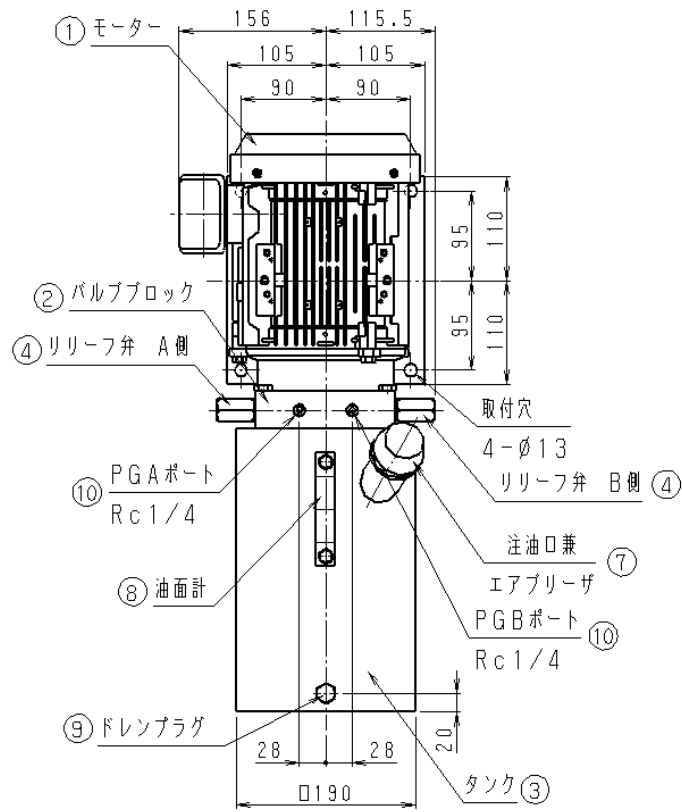

図2 正面図
5. 各部の機能 (図 2, 3, 4 参照)
- ①モーター・・・・・・・・全閉外扇形連続定格の三相誘導モーターです。結線は、端子箱内端子台に確実にビス止めして下さい。三線のうち二線の入れ換えにより逆転し吐出ポートが切り換わります。
- ②バルブブロック・・本機の中心的役割を果たすもので、全バルブが内蔵されています。圧力計取付ポート以外の六角穴付プラグは外さないで下さい。
- ③タンク・・・・・・・・バルブブロックに4本のボルトで取り付けられています。最高8Lの油圧油が入ります。
- ④リリーフ弁・・・・・・・・油圧回路内の最高圧力を規制する為の弁で、Aポート用、Bポート用に別れています。出荷時定格圧力に設定してありますが、定められた範囲で調整が可能です。
- ⑤A, Bポート・・・・・・・・アクチュエータに接続される油の吐出口です。サイズはA, BポートともR c 1 / 4です。Bポートにパイロットチェック弁が付いています。接続ミスをしなないで下さい。
- ⑥Rポート・・・・・・・・油の戻り口です。サイズはR c 1 / 4です。通常、六角穴付きプラグでシールしてあります。
- ⑦注油口兼エアブリーザー・・・・・・・・注油の際、フタを90°回転させるだけで簡単に取り外しができます。使用中は必ずフタをして異物の侵入を防止して下さい。エアブリーザーを兼用します。
- ⑧油面計・・・・・・・・タンク内の油面高さを確認すると同時に油の汚れを見るのにお役立て下さい。最高、最低レベルの油量差は1.9Lです。
- ⑨ドレンプラグ・・・・・・・・M12の六角ボルトでシールワッシャーによりシールされています。油圧油を抜き取る時に使用します。
- ⑩圧力計取付口・・・・・・・・Aポート及びBポートの圧力検出の為のR c 1 / 4のネジ穴です。通常、六角穴付きプラグでシールしてあります。
- (1) タンク内に作動油は入っていません。使用の前に注油口兼エアブリーザー (図2参照) のキャップを外して注油して下さい。
- (2) 作動油は清浄な石油系作動油で粘度グレードが I S O V G 3 2 ~ 6 8 のものを使用して下さい。
- (1) 回路内の圧力確認の為に、圧力計を取り付ける事をお奨めします。
- (2) 本機には圧力計取付けの為にポートが図2に示す様に2ヶ所あります。
(図2参照)
- (1) 吐出ポートを切り換える際、モーターの急激な正逆転は避けて下さい。回転方向切り換え時0.5秒以上の休止時間を設けて下さい。
- (2) 電源には必ずブレーカーを組み込んで下さい。モーター焼損の恐れがあります。
- (3) 電源コードの上に重いものを絶対のせないで下さい。火災や感電の原因になります。
- (4) 静電防止及び感電防止の為に、端子箱又は、モーターベースにあるアース端子にアース線を接続して下さい。
- (5) リリーフ弁は定格圧力以上に設定できるようになっていますが、モーター及びポンプの寿命、油温上昇の観点から、定格圧力内で使用して下さい。
- (6) 使用条件により、かなり油温が上昇する事があります。特にリリーフ弁の長時間作動や流量制御は発熱の原因となります。できるだけ60℃以下の油温でご使用下さい。この油温を越える時は、運転条件を楽にするか補助タンクを別に取り付ける様にして下さい。
- (7) バルブブロック(図2)には数ヶ所、六角穴付きプラグ(詰栓)がありますが、圧力計取付けポート以外は、運転中又は、停止時においても絶対に緩めないで下さい。本機の機能を損なう事があります。
- (1) 長時間使用により油漏れなどの為、作動油が油面計の最低レベル以下になった時は、作動不良の原因となりますので新油を補給して下さい。
- (2) 実使用时间約1000 hr 毎に、油の劣化による特性や寿命の低下防止の為に全部の油を新油と交換する事を推奨します。油を抜く時はドレンプラグ (図2参照) をスパナで取り外して行なって下さい。